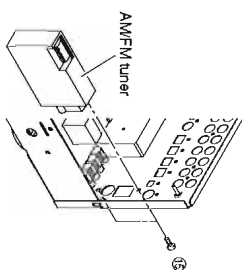
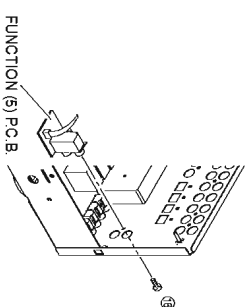

Fig. 6
Fig. 7
- a. Remove 2 screws (29). (Fig. 6)
- b. Remove the AM/FM tuner. (Fig. 6)
- a. ㉓のネジ2本を外します。(Fig. 6)
- b. AM/FMチューナーを取り外します。(Fig. 6)
8. **Removal of FUNCTION (5) P.C.B. (B model)**
- a. Remove screw (26). (Fig. 7)
- b. Remove the FUNCTION (5) P.C.B.. (Fig. 7)